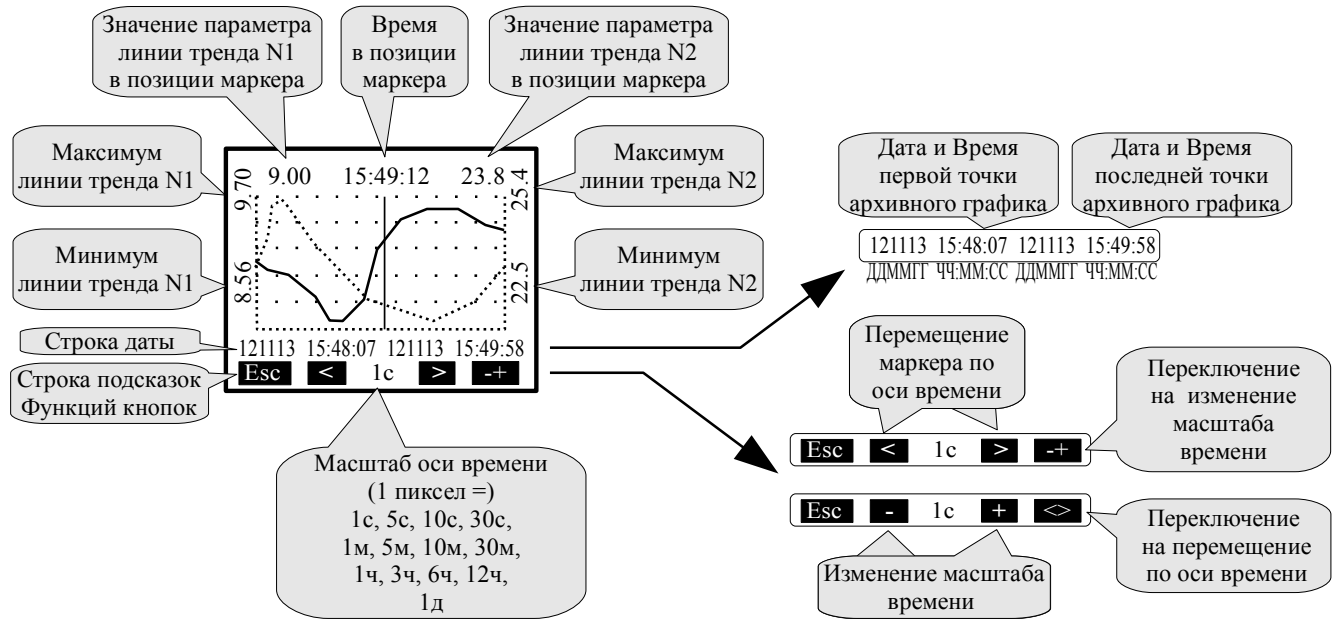

Рисунок 2 - Описание элементов управления и отображения данных в подменю «Просмотр архива»
- **Просмотр архива** - в этом режиме просматривается архив. Правая кнопка позволяет переключать режим управления маркером: кнопками и либо изменяется интервал дискретности по времени, либо перемещается маркер, указывающий на время просмотра и значения измеряемых параметров в это время (смотри Рисунок 2).